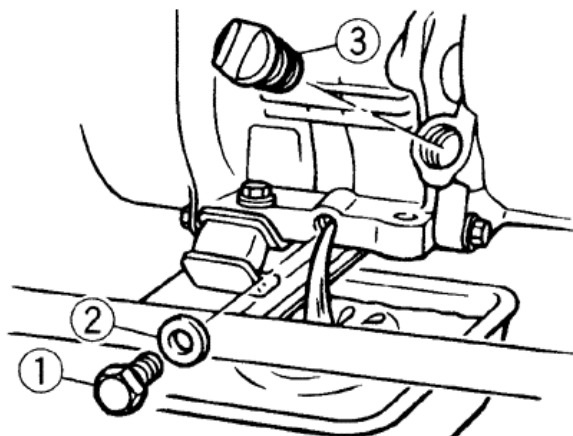

Рис. 6
- Отверните сливную пробку и слейте масло. (1)(См. Рис.6)
- Заверните сливную пробку (2)(См. Рис.6).
- Залейте новое масло до верхнего уровня. (3) (См. Рис.6).